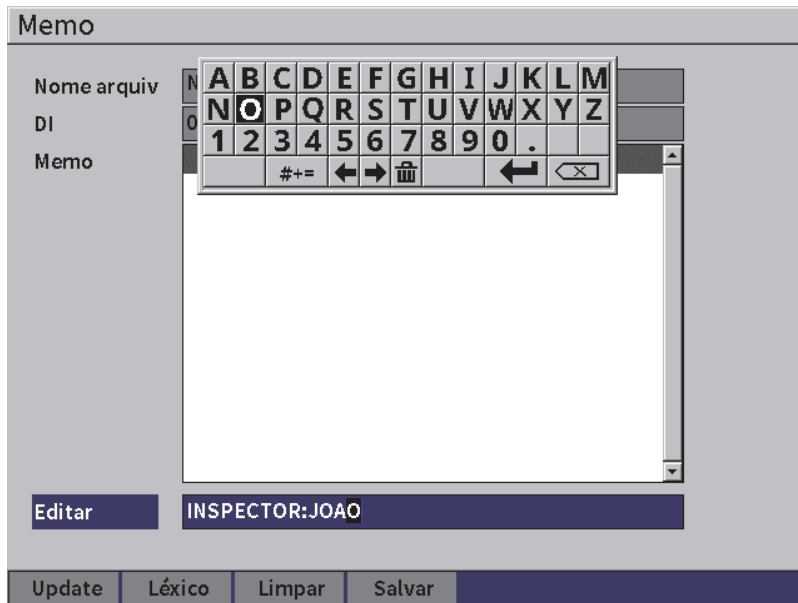

Figura 9-23 Página Léxico — Informação inserida
7. Insira até 32 caracteres usando o teclado virtual, o botão de ajuste e a tecla Enter (veja Figura 9-23 na página 150).